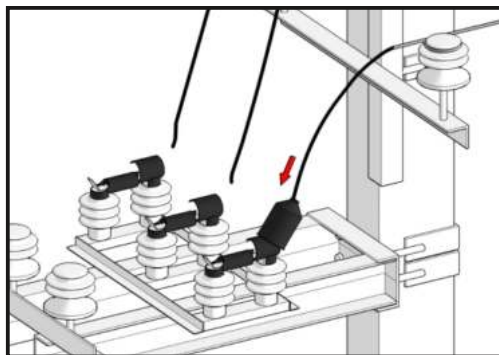

Рис. 49.
11.2.9. Надеть и закрепить колпак ПЗУ-6-10кВ-ТРК-НГ средствами крепления входящие в комплект устройства (Рис. 49).